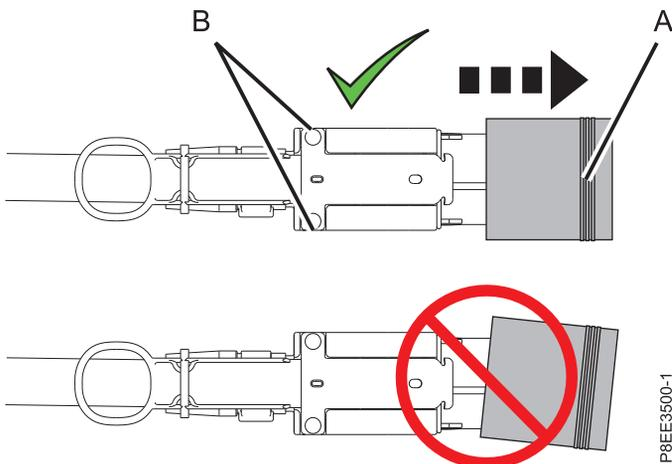

Figura 15. Extracción de la funda protectora del conector del cable del cajón de expansión
- b. Quite la funda protectora del conector del cable del cajón de expansión. Sostenga el alojamiento de cables (**B**) por los extremos cortos con los dedos índice y pulgar de una mano. A continuación, sosteniendo la cubierta por el extremo largo (**A**) con los dedos índice y pulgar de la otra mano, tire de la funda protectora para extraerla. Consulte Figura 15.